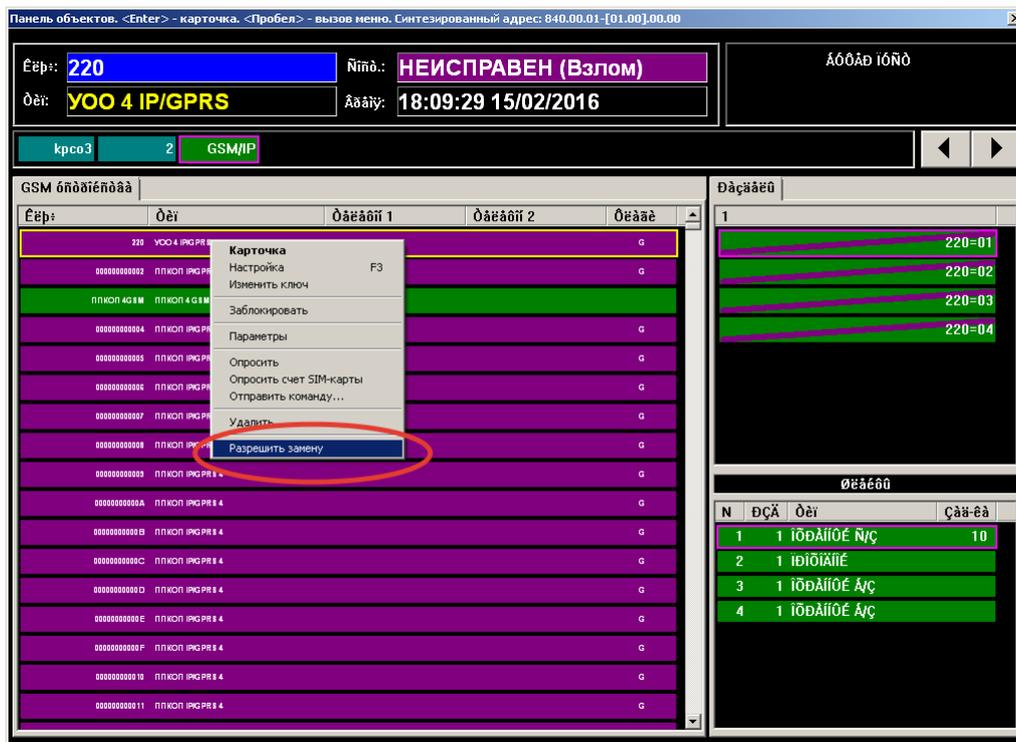

Рисунок 5.91. Контекстное меню разрешения замены устройства в панели объектов
1. В окне **Панель объектов** на сервере АРМ ДПУ выбрать из контекстного меню строки объекта опцию **Разрешить замену** (рисунок 5.91).